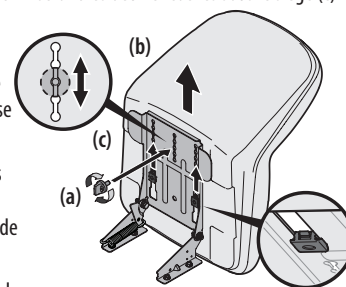

Figure 4
4. Faites glisser le siège (b) vers l'arrière dans le support de pivotement (c) en alignant la fente centrale du support avec le trou libre sur la base du siège (b). Voir Figure 4.
**NOTE :** Assurez-vous que les deux encoches du siège s'enclenchent dans le support de pivotement, comme illustré dans l'encadré de la Figure 4.